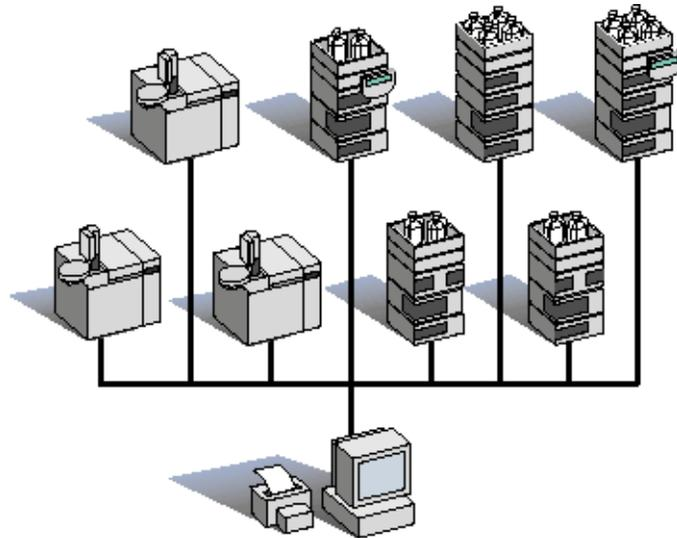

Figura 1 Sistema NDS Cerity Professional
- di tipo Professional con una sola workstation (vedere la Figura 1) o